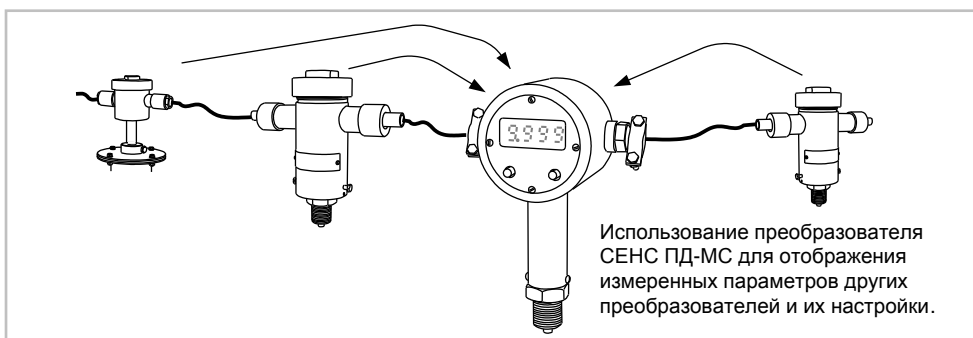

Рис. 7
6.3.4 Преобразователи с дисплеем (рис. 7) позволяют просматривать измененные параметры других преобразователей, а также настраивать преобразователи и вторичные приборы. Преобразователи с дисплеем являются «ведущими» в линии.